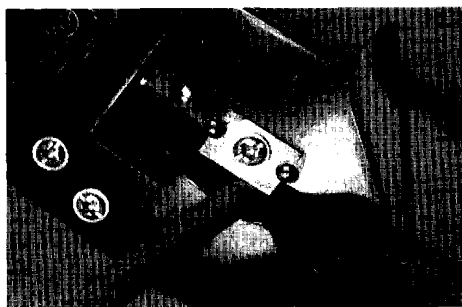

图 1-8 剪断
(1) 剪断：利用压线钳的剪线刀口剪裁出计划需要使用到的双绞线长度，如图 1-8 所示。